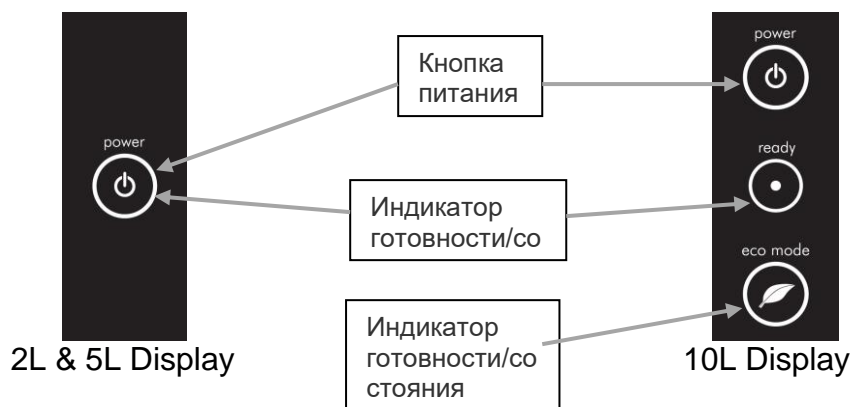

Рис.1. Пользовательский интерфейс устройства
- Подключите водонагреватель к розетке на 13 А и нажмите кнопку питания "Power" на передней панели аппарата. См. рис. 1.